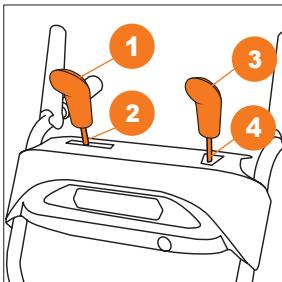

Рис. 11
- Накрутите рукоятки ① ③ рычагов управления на соответствующие штанги ② ④ (Рис. 11).